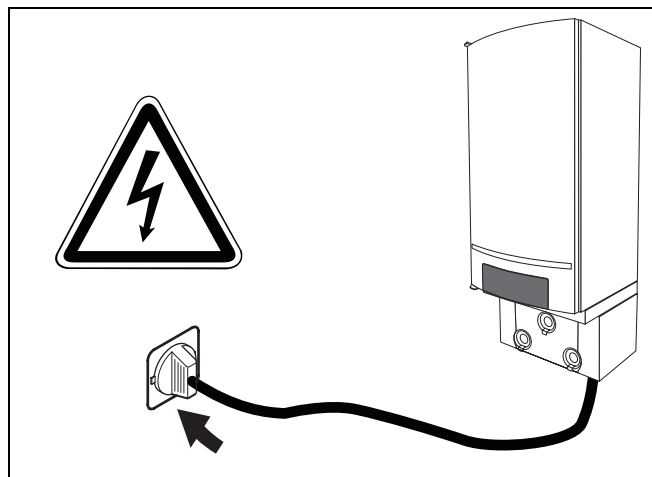

Fig. 39 Netstekker
- Steek de netstekker van het cv-toestel in een wandcontactdoos met randaarde (230 VAC/50Hz) (→ fig. 39).